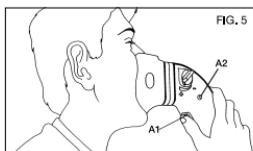

FIG. 5
5. Sente-se comodamente mantendo o nebulizador na posição vertical, aproxime a máscara ao rosto e prima o botão (A1) (fig.5); a vigia luminosa (A2) do nebulizador acende-se com uma luz verde contínua e assim o medicamento nebulizado começará a sair. Inspire lentamente e profundamente. Para aumentar a eficácia da terapia, retenha a respiração por um instante após a inspiração, de modo que as pequenas gotas do aerosol inalado possam depositar-se ao longo das vias respiratórias. Depois da inspiração, largando o botão (A1) optimizase o consumo de medicamento. Depois expire lentamente.